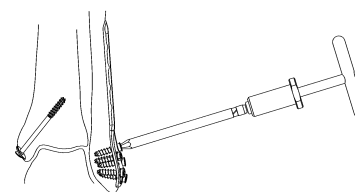

図 34
- 2) 遠位部ロッキングスクリュー抜去時, スクリューの六角穴 (花形形状) が破壊された場合は, オーバーサイズドライバーを六角穴に対し真っ直ぐに押し付けるようにして, 左回転で抜去を行います。(図 34)